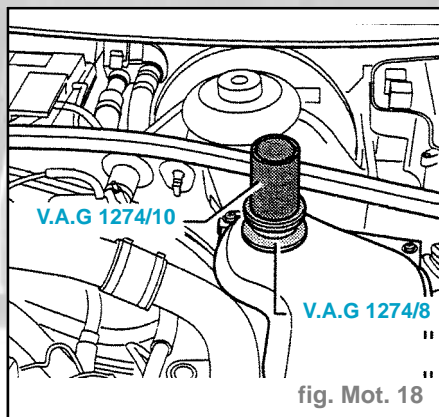

fig. Mot. 18
- Visser l'adaptateur **V.A.G 1274/8** sur le vase d'expansion (fig. Mot. 18).